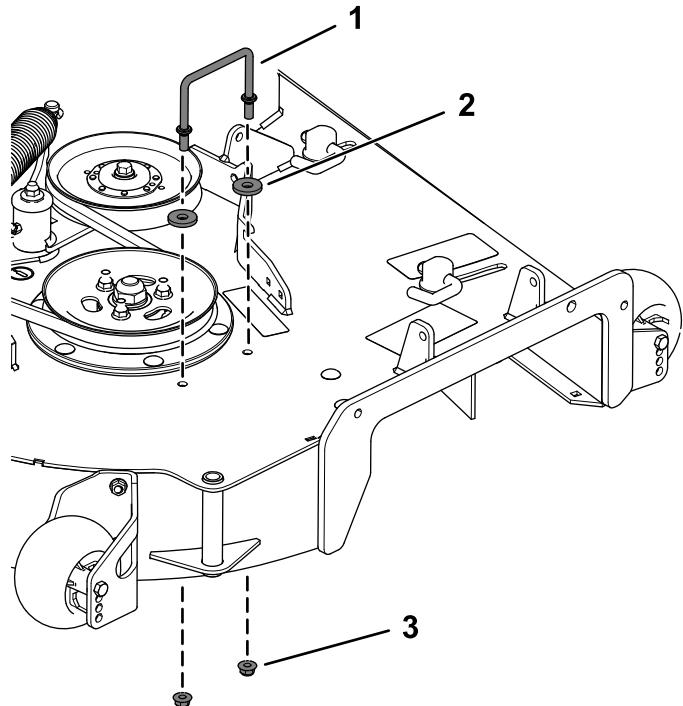

Figure 3
- Déposez le support du couvercle de courroie droit existant (Figure 3).